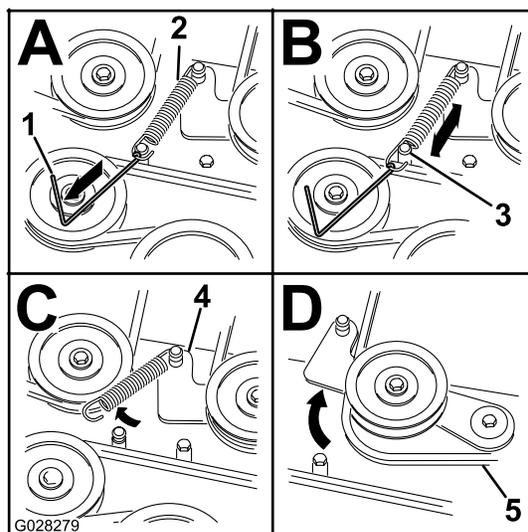

Figura 64
8. Rimuovete la tensione della molla dalla puleggia di rinvio caricata a molla. Vedere Figura 64.
molla dal montante del piatto di taglio (Figura 64).